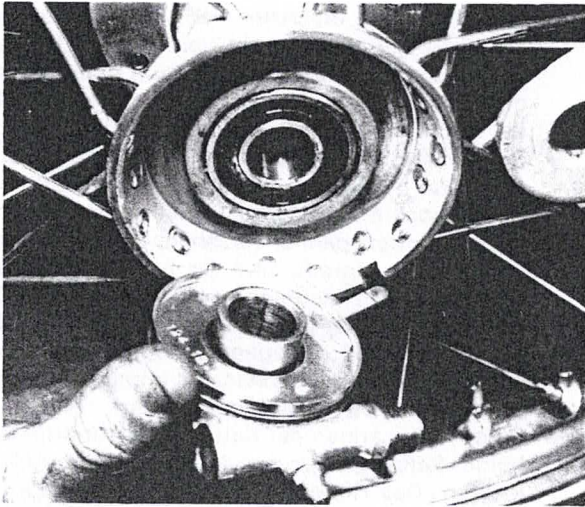
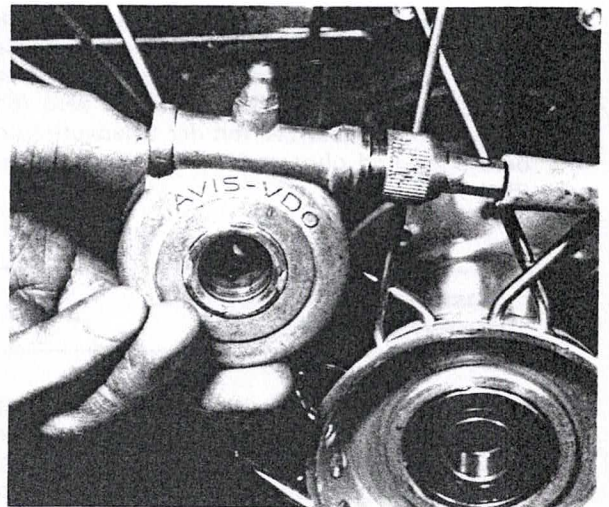

Bild 179
Bild 180
- Am Modell Sherpa ist darauf zu achten, dass der Mitnehmer des Geschwindigkeitsmesserantriebes in den Schlitz der Radnabe eingreift, bevor die Radachse eingesetzt und angezogen wird (Bild 179). Die Antriebswelle mit der Überwurfmutter befestigen und ohne Knickstellen lose verlegen (Bild 180).